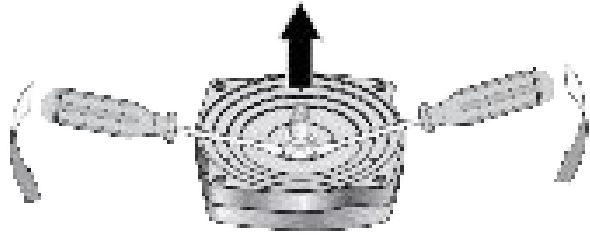

Figura 21: Saque la junta
6. Con dos destornilladores, como se muestra en la Figura 21, extraiga el ensamblaje giratorio de la junta del eje.